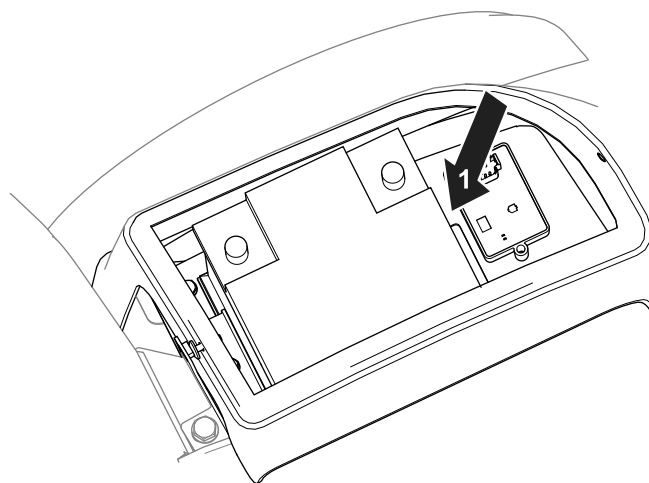

Figura 19
9. Utilize uma abraçadeira para enrolar qualquer quantidade de cablagem adicional em frente da bateria (Figura 19).